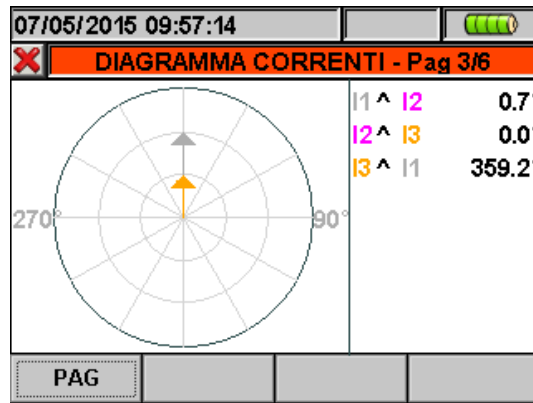

Fig. 49: Diagramma vettoriale correnti per sistemi 4-fili
- Il diagramma vettoriale delle correnti. La Fig. 49 mostra il caso di sistemi 4-fili: